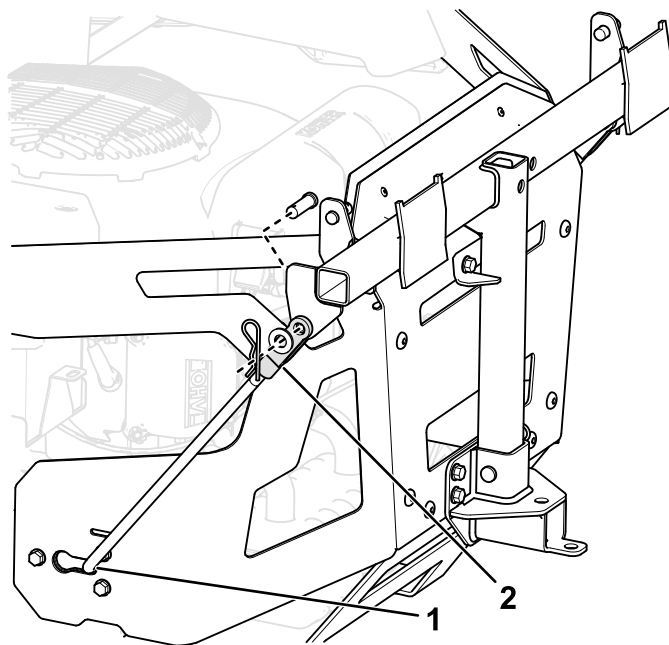

Figura 16
estrutura da máquina e mova a barra para trás para a encaixar na estrutura (**Figura 16**).
7. Prenda as extremidades das barras na estrutura do depósito de recolha como se mostra na **Figura 16** e prenda a extremidade de cada barra com um passador de forquilha e um perno do gancho.